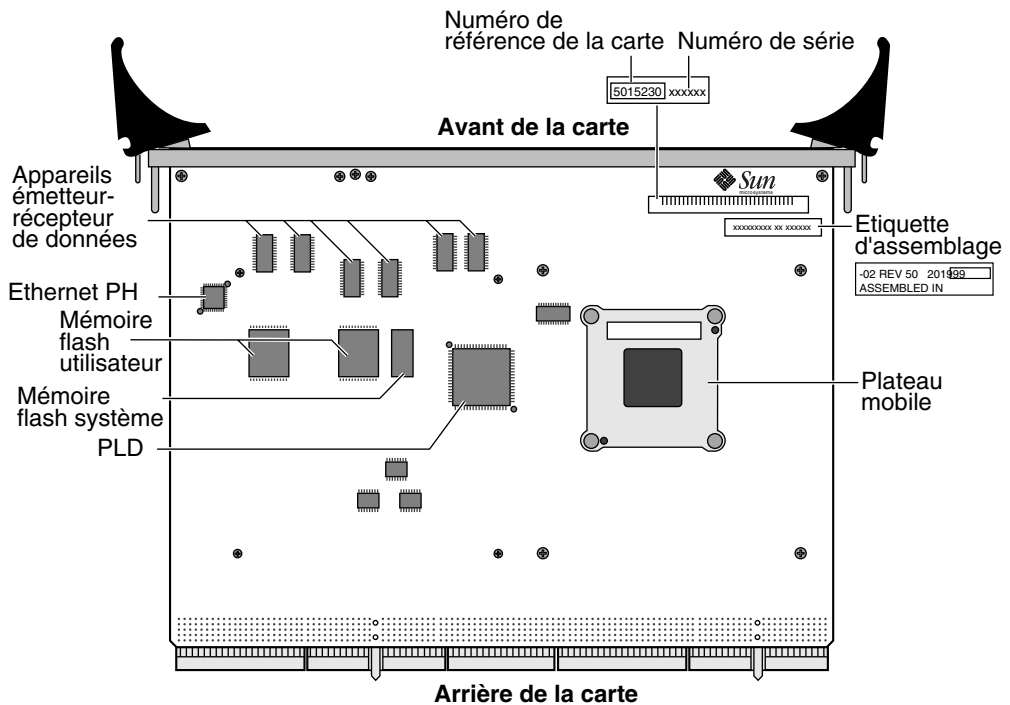

FIGURE 1-24 Face arrière (côté soudures) de la carte CPU
- Mémoire flash système (voir la FIGURE 1-24) : ce dispositif de 1 Mo (8 bits) contient le code d'initialisation et de test automatique relatif à OpenBoot PROM (OBP) et POST (Power-On Self-Tests).